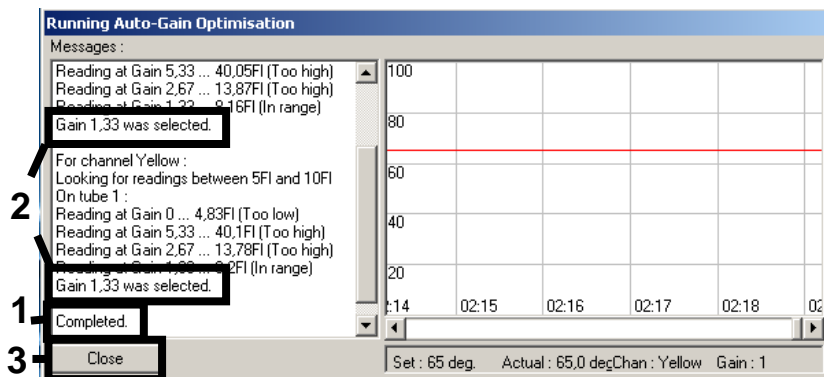

Рис. 4. Оптимизация усиления завершена. Отметьте значения усиления (в данном случае 1,33 для обоих каналов флуоресценции).
4. Дождитесь появления сообщения **Completed** (Завершено) в окне **Running Auto-Gain Optimisation** (Запуск оптимизации автоусиления) (рис. 4). Запишите выбранные значения усиления для обоих каналов и нажмите кнопку **Close** (Закреть) (рис. 4).